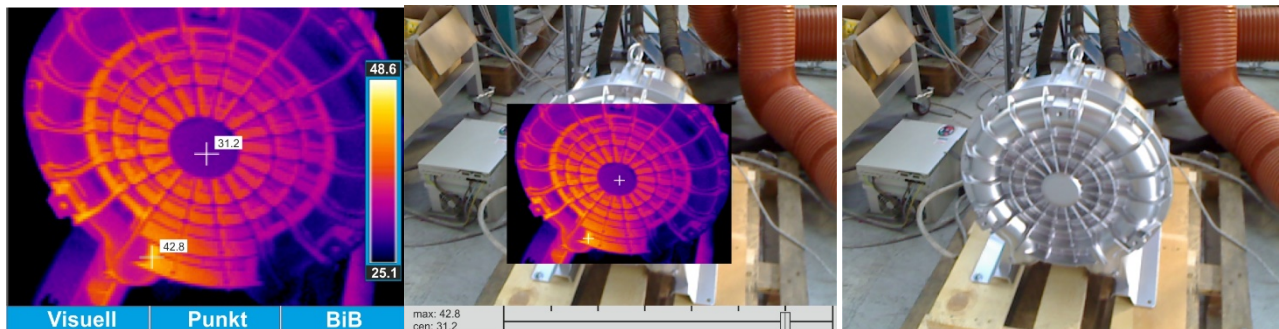

Abb. 8: Auswahl des visuellen Bildes und Überlagerung
2. Drücken Sie die **P** Taste zur Aktivierung des folgenden Menüs (siehe Abb. 8):